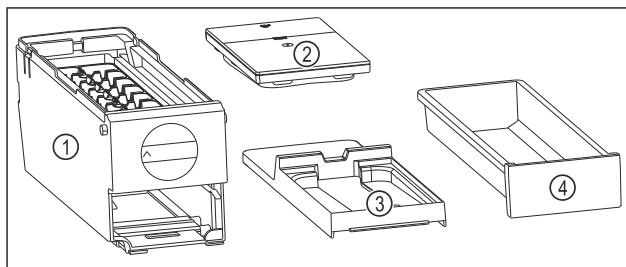

Fig. 133 Sestavni deli modula EasyTwist-Ice
- ▷ Modul EasyTwist-Ice je razstavljen na štiri dele. (glejte Fig. 133)
- ▶ Modul EasyTwist-Ice razstavite le na prikazane sestavne dele. (glejte Fig. 133)
- ▶ Glavni del EasyTwist-Ice Fig. 133 (1) očistite kot celoto.